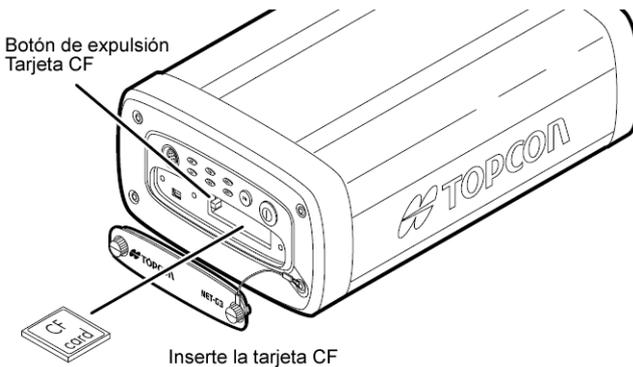

Figura 2-3. Instalación de la tarjeta CF
3. Inserte con cuidado la tarjeta CF, con el lado de la etiqueta hacia arriba, en la ranura de la tarjeta CF (Figura 2-3).